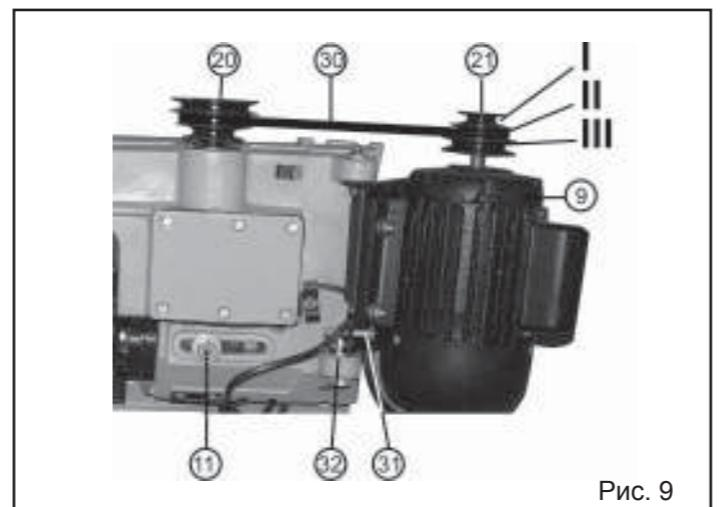

Рис. 9
### 9.1. Регулировка скорости движения пильной ленты, установка и натяжение ремня (Рис. 9)
9.1.5. На Рис.9 ремённый привод ленточной пилы изображён для наглядности без кожуха привода.